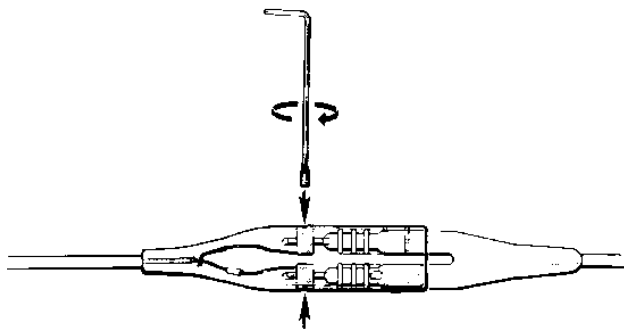

Figura 2. Enrosque os parafusos de fixação nos orifícios roscados de cada lado do adaptador.
3. Use as chaves hexagonais fornecidas com os parafusos de fixação montados e enrosque um parafuso de fixação em cada orifício roscado localizado em cada lado da extremidade do receptáculo do adaptador (ver Figura 2).